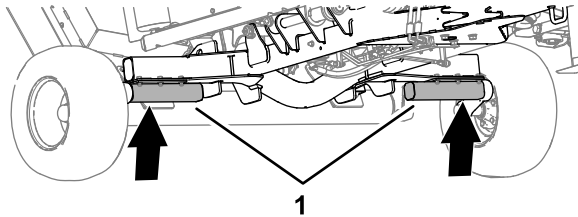

Figure 45
1. Levez la tondeuse au niveau des demi-essieux, comme montré à la Figure 45.